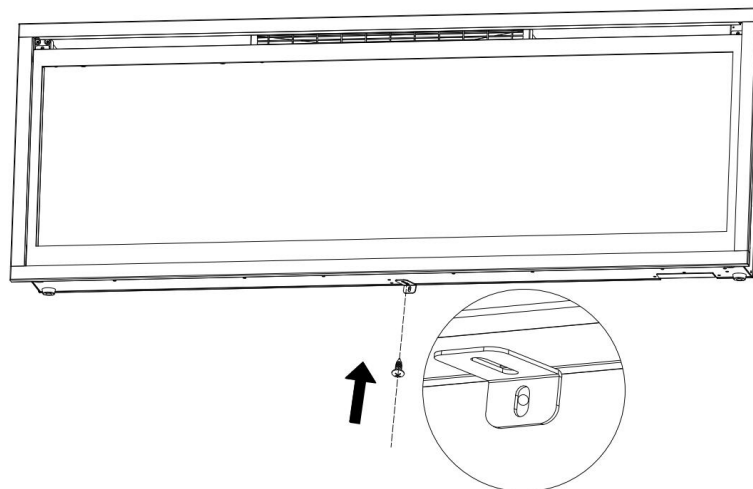

Fig 3-2
B. A l'aide de la vis enlevée précédemment, fixer le support en L (fourni) au bas de la boîte de foyer (Fig. 3-2).